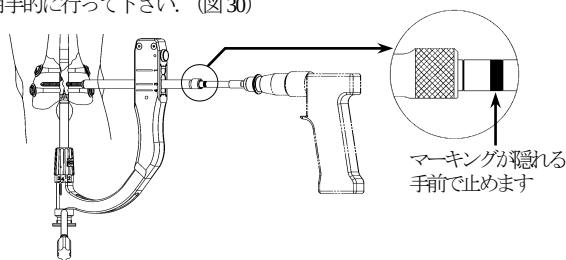

図 31
- 25) ディスタルスクリュー用パワービンドライバーによる挿入を行う際は、ドライバー軸上のラインマーキングがスリーブに隠れる手前まで挿入し（図 31）、最終締付けはディスタルスクリュー用ドライバーに切り替えて手動的に行ってください。（図 30）